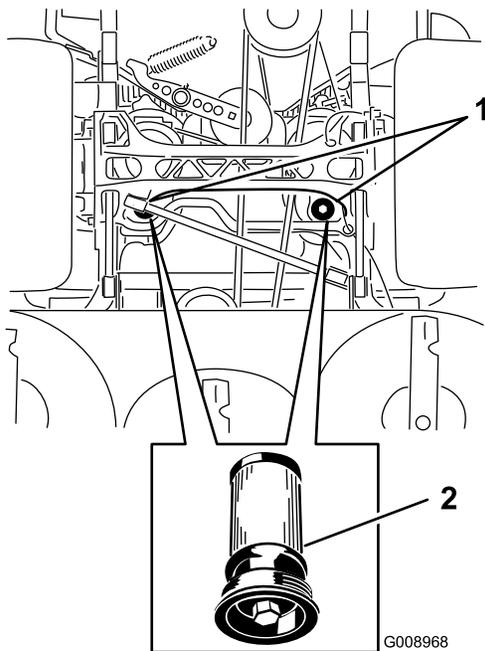

Figura 93
5. Coloque un recipiente debajo del filtro, retire el filtro usado y limpie la superficie (Figura 93).
6. Aplique una capa fina de aceite hidráulico a la junta de goma del filtro nuevo (Figura 93).